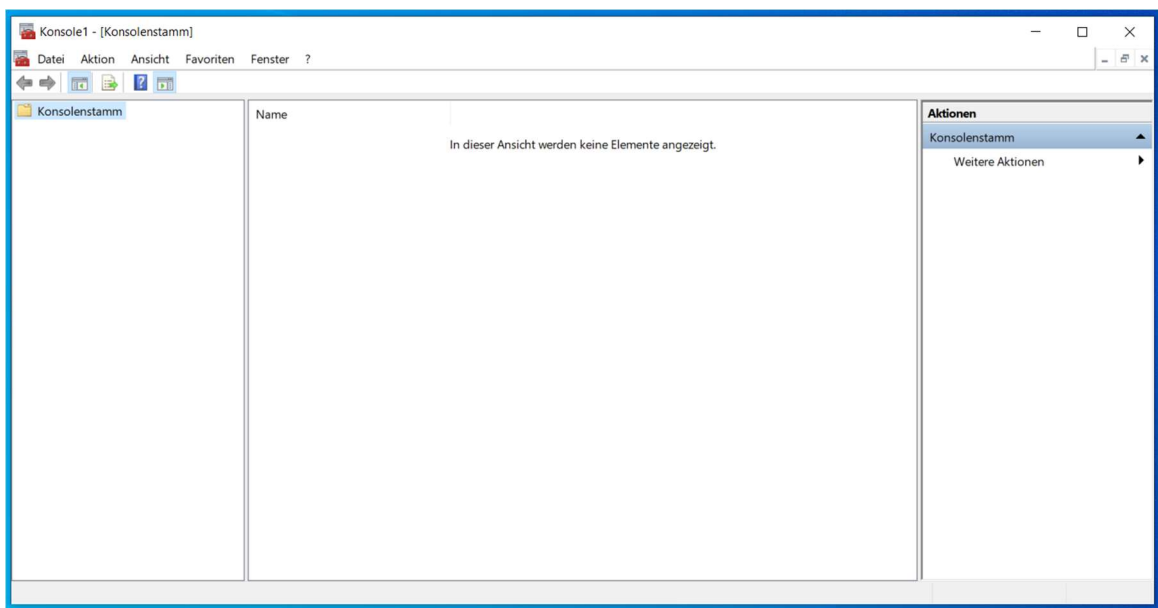

Bild 5.1: Konsolenstamm der mmc ohne Eintrag [3]
- Es öffnet sich der Konsolenstamm (Bild 5.1), ohne dass dort ein Eintrag zu sehen ist.
- Es zeigt sich wieder der Konsolenstamm von Bild 5.1 jetzt mit dem Eintrag *Zertifikate (Lokaler Computer)* unter der Rubrik *Name*.